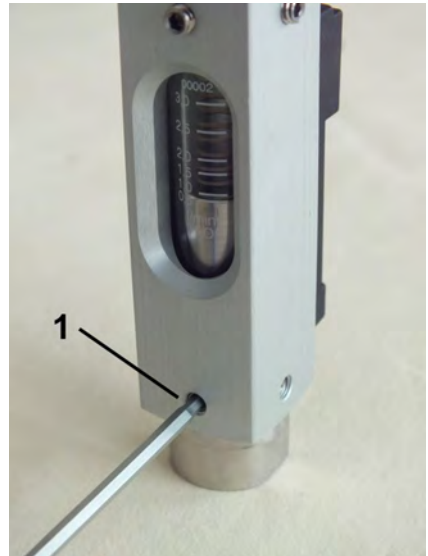

Abb. 46: Verschraubung (Eingang)
9. ➤ Verschraubung (Eingang) mit 4 Gewindestiften (Abb. 46/1) an der Gerätehülse befestigen, dabei Schrauben-Anziehdrehmoment beachten ( Kapitel 11.1 „Anziehdrehmomente“ auf Seite 74)